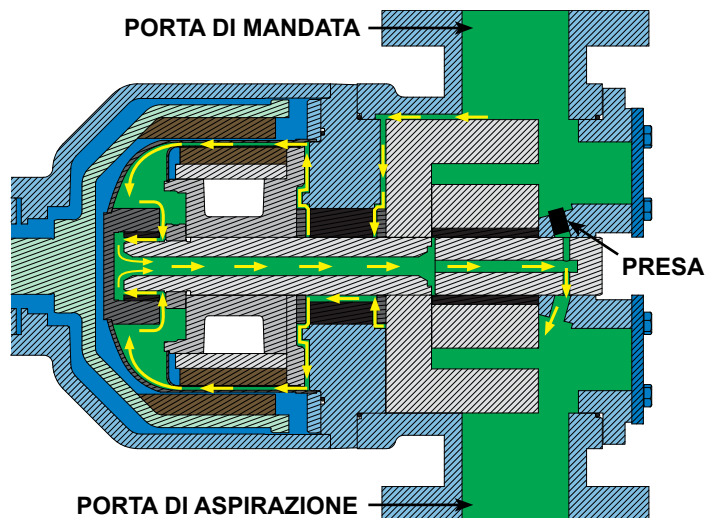

FIGURA 14
11. Assicursi che la spina sia installata sul foro della testa, alla base del perno dell'ingranaggio in folle , che allinea con la scanalatura verticale sulla piastra di addattamento. La spina sarà lievemente spostata sul lato Orario della scanalatura. Assicursi che il foro sul lato opposto non sia ostruito. Vedere Figura 14 a pagina 9.
La pompa è stata progettata per funzionare in entrambe le direzioni. Il fluido del processo è generalmente alimentato all'interfaccia della rondella di spinta interna e della boccola e quindi, attraverso una scanalatura, alla rondella di spinta esterna. In seguito, il fluido viene aspirato nella boccola della scatola e attraverso l'albero cavo e il perno dell'ingranaggio intermedio sino ad arrivare al lato di aspirazione della pompa. Quando la pompa funziona in direzione opposta, il fluido fluisce in senso inverso, vedere **figura 14**.